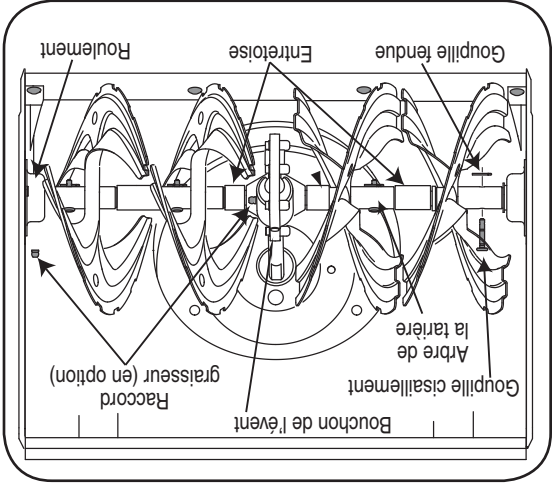

Figure 6-2
Enlevez les goupilles de cisaillement sur l'arbre de la tarière, au moins une fois par saison. Vaporisez un lubrifiant à l'intérieur de l'arbre et autour des entroîses. Lubrifiez aussi les roulements à bride trouvés à chaque extrémité de l'arbre de la tarière. Voir la Figure 6-2.
- Les goupilles de cisaillement et goupilles fendues maintiennent les tarières sur l'arbre de la tarière. Les goupilles sont sensées se cisailier si la souffeuse heurte un objet ou un bloc de glace. Voir la Figure 6-2.